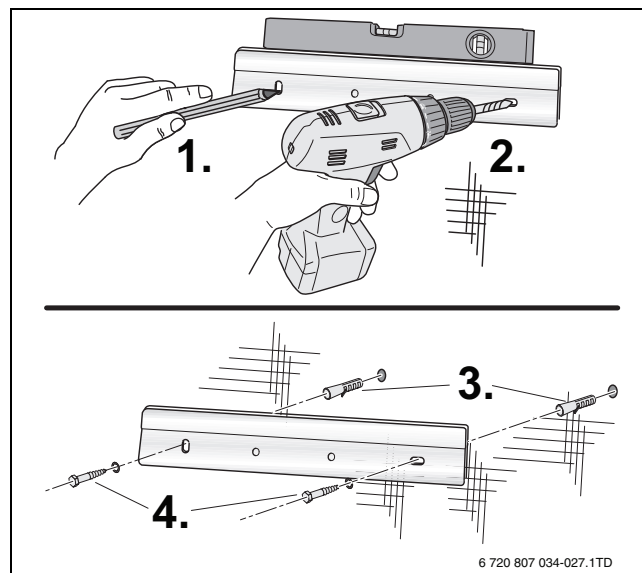

Bild 10 Installation av monteringskenan på väggen
- ▶ Markera borrhål med hjälp av den monteringskena som följer med (→ bild 10).